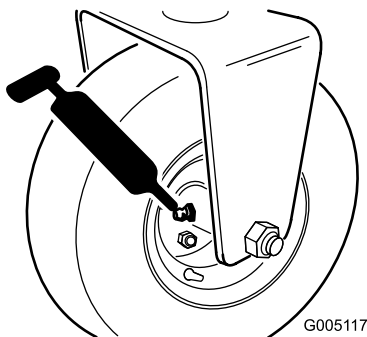

Figure 35
- Moyeu de rouleur arrière ou, si la machine est équipée d'un kit 3 roues motrices, embrayages à rouleur de roues arrière et roulement à billes extérieurs (1) (Figure 35)